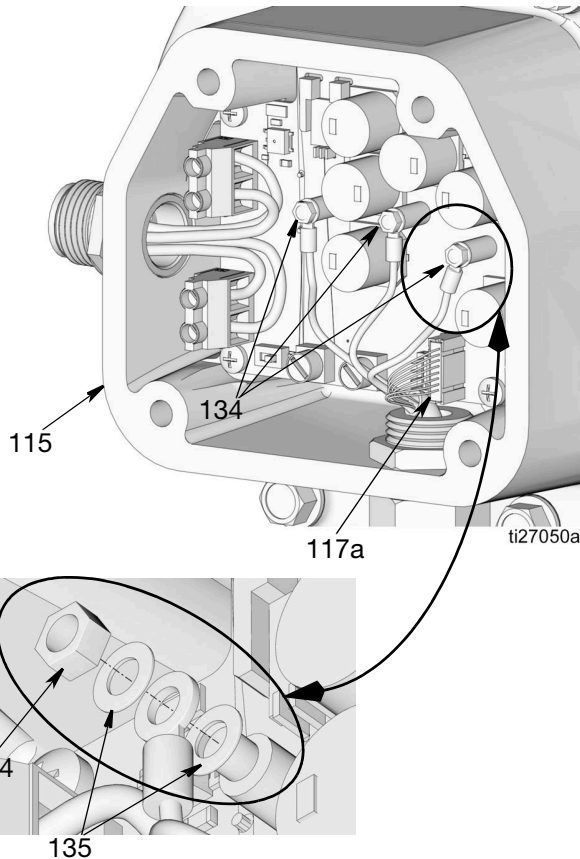

图 61
5. 将绿色、黄色和蓝色线缆与相同颜色的端子 (在电机控制板上写明) 相匹配。使用垫圈和螺母 (134 和 135) 将线固定到端子上 (图 61)。用 8-10 英寸磅 (0.9-1.1 牛·米) 的扭力拧紧。
6. 连接传感器电缆 (117a) (图 61)。
3. 将电机的绿色、黄色和蓝色线缆与相同颜色的端子配对 (写在控制板上)。使用垫圈 (135) 和螺母 (134) 将线缆固定到端子上 (图 61)。用 8-10 英寸磅 (0.9-1.1 牛·米) 的扭力拧紧。